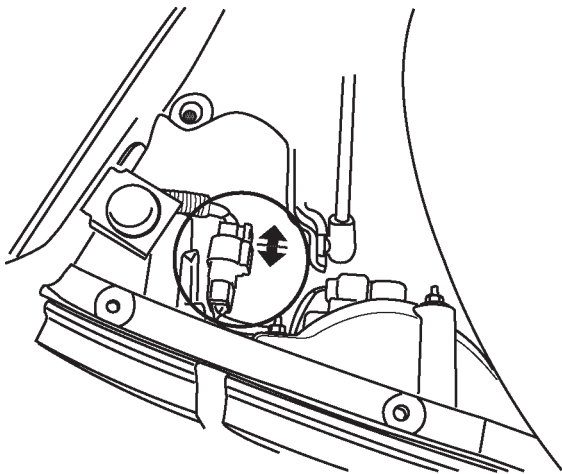

FIGURE 2
- Débrancher le faisceau de câblage des feux rouge arrière gauche et droit. Se reporter à la Figure 2.